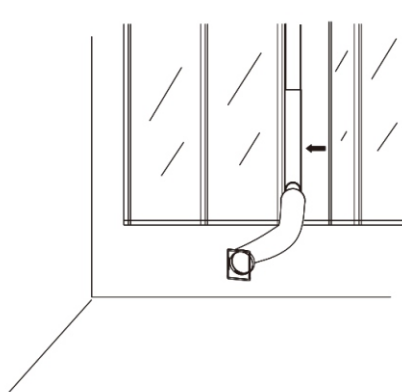

Abb.7
8. Installieren Sie den Abluftkanal, den Fenstersatz und dessen Zubehör am Fenster und schließen Sie dann das Fenster gemäß der Pfeilrichtung in Abb. 7, um den Fenstersatz fest anzudrücken.